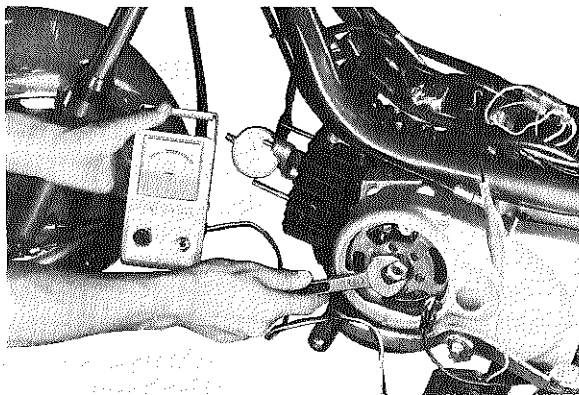

Fig. 2-5-4
8. Slowly turn flywheel counterclockwise until dial gauge reads ignition advance setting listed in Specifications Table. At this time, the point checker needle should swing from "CLOSED" to "OPEN" position, indicating the contact breaker (ignition points) have just begun to open. (Fig. 2-5-4)
8. Tourner lentement le volant en sens inverse des aiguilles d'une montre, jusqu'à ce que le comparateur indique le point d'allumage spécifié au tableau des Caractéristiques Techniques. A ce moment précis, l'aiguille du contrôleur de rupteurs doit osciller de la position "CLOSED" à la position "OPEN", indiquant que les contacts du rupteur viennent de commencer à s'écarter (Fig. 2-5-4).
8. Nun das Schwungrad langsam im Gegenuhrzeigersinn drehen, bis die Meßuhr die in der Tabelle angegebene Frühzündungseinstellung anzeigt. Zu diesem Zeitpunkt muß die Anzeigenadel des Unterbrecherprüfers von der Stellung "CLOSED" auf "OPEN" schwingen, wodurch angezeigt wird, daß sich die Unterbrecherkontakte gerade zu öffnen beginnen. (Fig. 2-5-4)